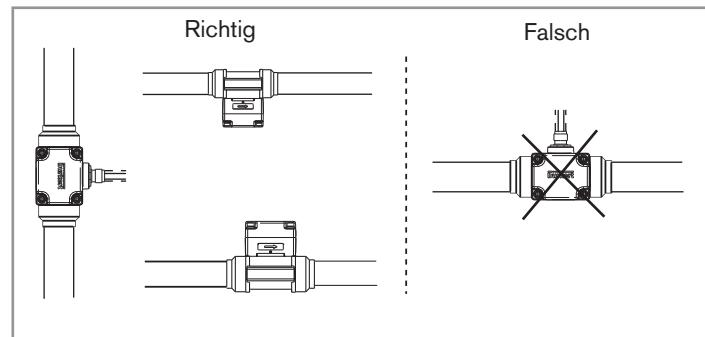

Bild 5: Die Flügelradaxe muss horizontal liegen
- Das Gerät so installieren, dass die Flügelradachse horizontal liegt (Bild 5).